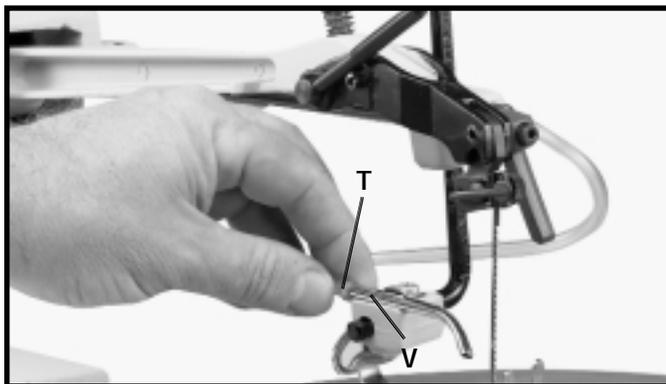

Fig. 14
12. Faites glisser l'extrémité du tube du chasse-sciure (T) fig. 14, sur l'extrémité arrière de la buse d'air (V), comme l'illustre la figure.